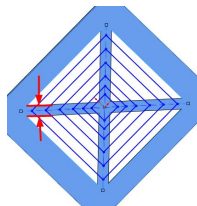

图 4-77 筋的宽度
- (3) 【输入筋的宽度】: 筋的宽度, 如图 4-77 所示。